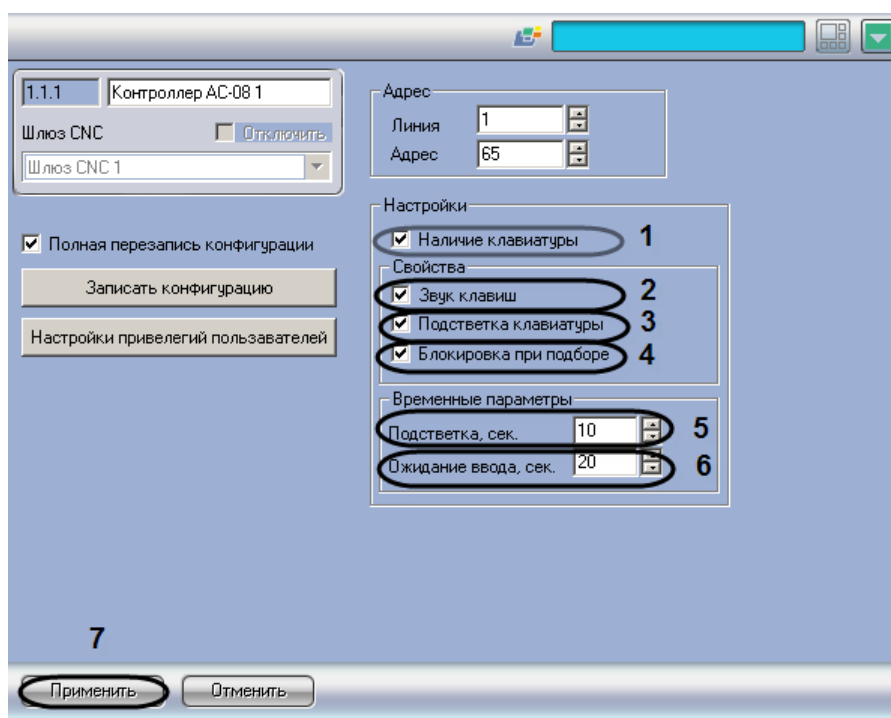

Рис. 3.5—3 Настройка клавиатуры
1. Перейти на панель настроек объекта **Контроллер AC-08** (Рис. 3.5—3).
2. Для того, чтобы активировать клавиатуру, необходимо установить флажок **Наличие клавиатуры** (см. Рис. 3.5—3,1).
3. Для того, чтобы активизировать звуковое оповещение при нажатии клавиш, необходимо установить флажок **Звук клавиш** (см. Рис. 3.5—3,2).
4. Для того, чтобы активизировать подсветку клавиатуры, необходимо установить флажок **Подсветка клавиатуры** (см.Рис. 3.5—3,3).